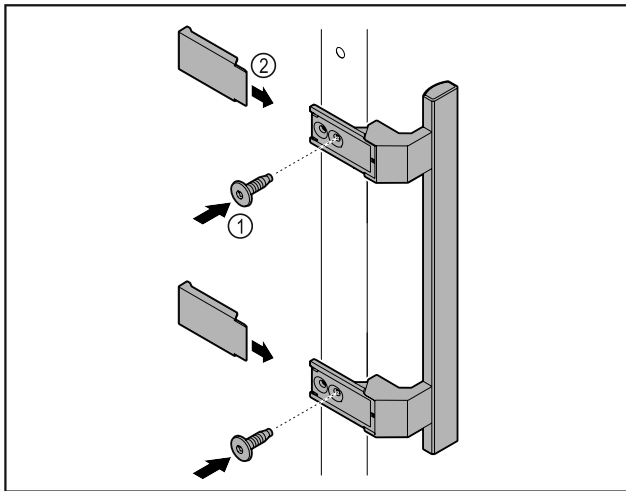

Fig. 3
- ▶ Montare sulla porta la maniglia contenuta nella confezione con le viti annesse Fig. 3 (1).
- ▶ Applicare la copertura Fig. 3 (2).